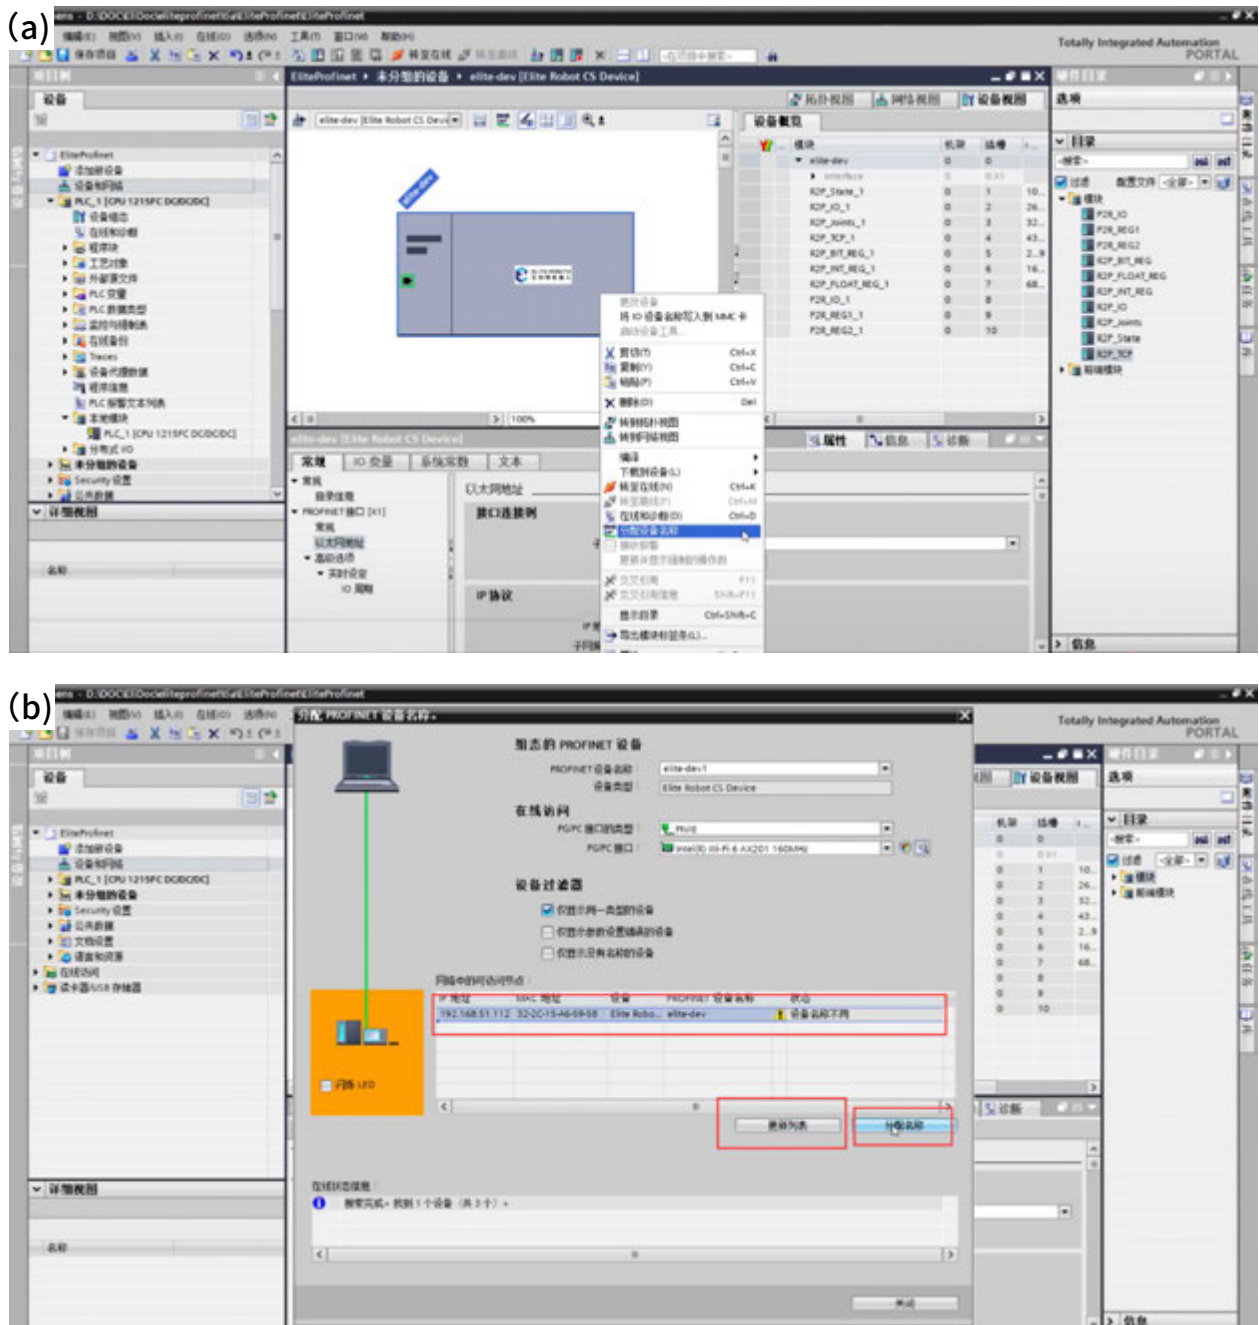

图 15-10 设备名称の変更
7. 設備画面に右クリックして、「設備名称の振分」を選定する、検索を行い、設備名称を変更する、詳細は図 15-10 (a) と図 15-10 (b) に示す。